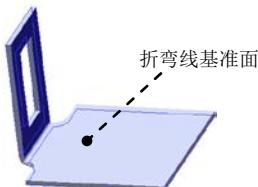

图 12.7.4 绘制的折弯 1
(4) 单击 按钮，完成基体一法兰 1 的创建。
Step3. 创建图 12.7.4 所示的钣金特征——绘制的折弯 1。
(1) 选择命令。选择下拉菜单 **插入(I)** → **钣金(H)** → **绘制的折弯(B)...** 命令（或单击“钣金”工具栏上的“绘制的折弯”按钮 ）。
(2) 定义特征的折弯线。
① 定义折弯线基准面。选取图 12.7.4 所示的模型表面作为草图基准面。